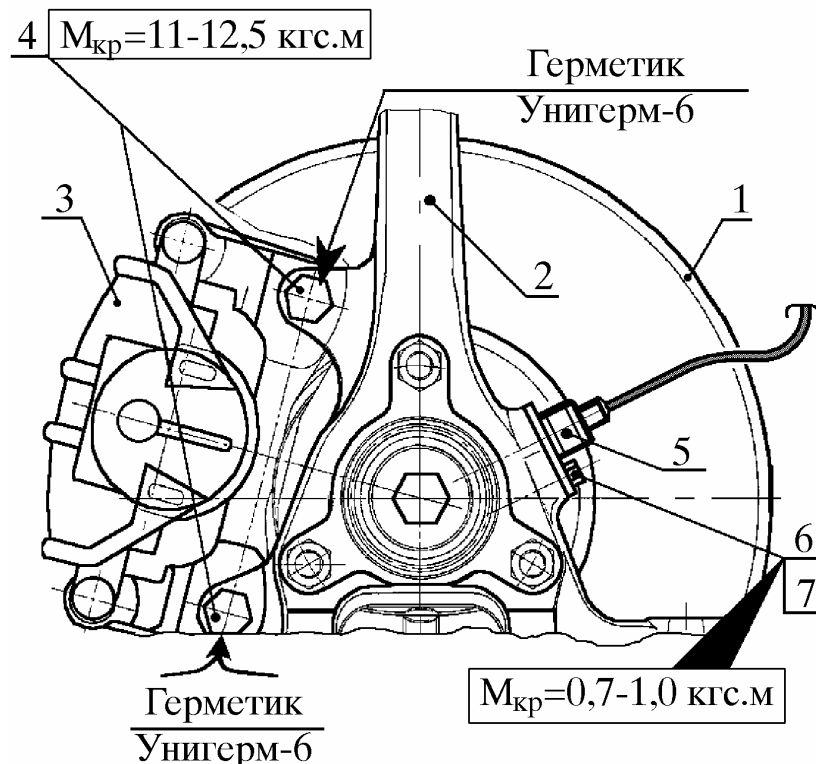

Рис.20. Установка скобы левой (правой) переднего тормоза и датчика АБС:
8.8.1. Установить на диск 1 (рис. 20) переднего тормоза скобу 3, одновременно совмещая два резьбовых отверстия скобы тормоза с отверстиями на выступах поворотной стойки 2